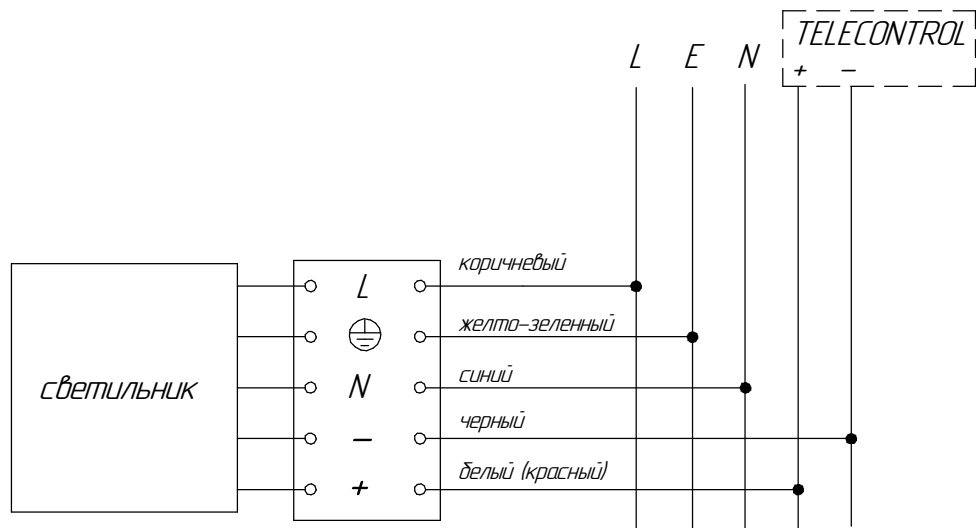

Рисунок 2 - Схема подключения светильников ДСП97 с функцией TELECONTROL к сети.
3.3 Схема подключения светильника приведена в приложении А (рисунок 2)